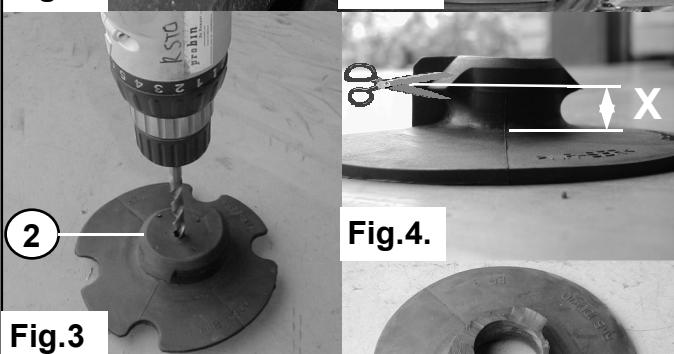

Fig.3.
- Bohren Sie ein Loch von **12 mm** im mitten von der unterer Federteller. Sehe fig. 3.
5. Forez un trou de **12 mm** au centre de la coupelle inférieure d'origine. Voir fig. 3.
5. Borra ett **12 mm** hål i mitten på det nedre original fjäderfästet **2**. Se fig.3.